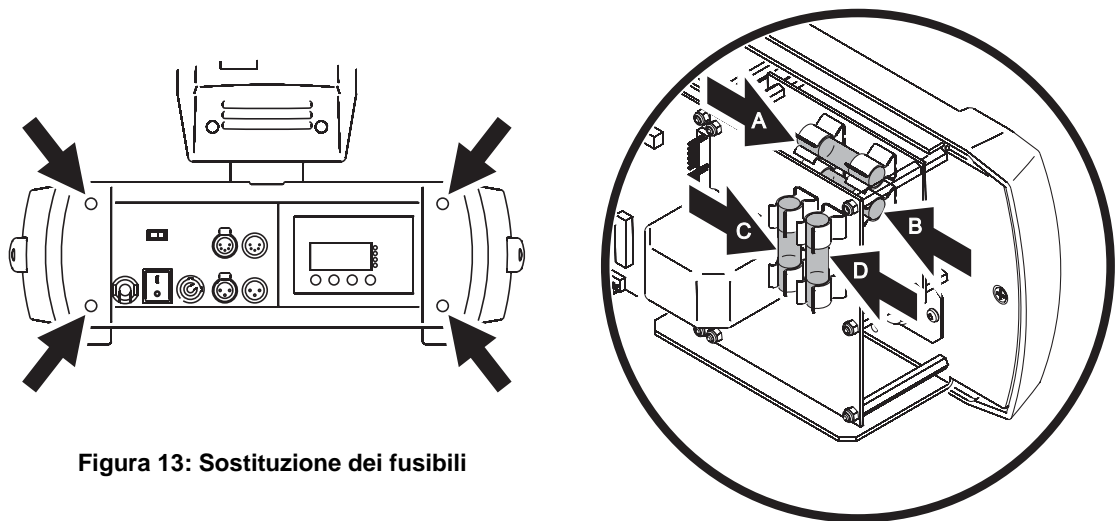

Figura 13: Sostituzione dei fusibili
3. Vedere Figura 13. Per accedere alle PCB, rimuovere le 4 viti (indicate dalle frecce) poste ai lati del coperchio del pannello dei collegamenti ed estrarre il coperchio dalla base.
4. Vedere Figura 13. I fusibili A e B proteggono il circuito di alimentazione principale. I fusibili C e D proteggono il circuito di alimentazione della lampada da dimmer esterno.